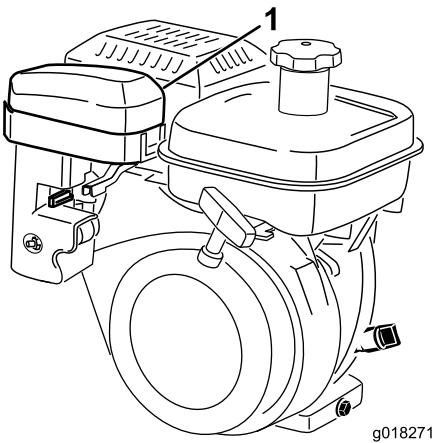
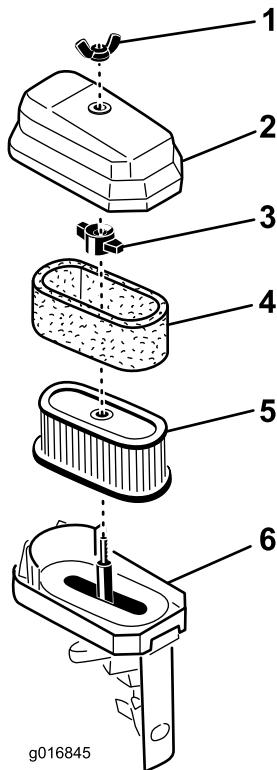

Figure 32
Figure 33
- Enlevez les écrous à oreilles qui fixent le couvercle du filtre à air et déposez le couvercle. Nettoyez soigneusement le couvercle (Figure 32 et Figure 33).
- Si l'élément en mousse est encrassé, sortez-le de l'élément en papier (Figure 33). Nettoyez-le soigneusement.